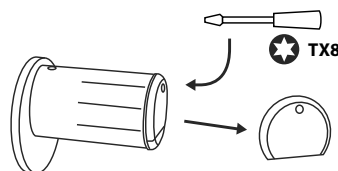

Fig. 2
- 1 Con il cacciavite TX8 in dotazione la vite sul lato interno della porta situata all'estremità anteriore della manopola e aprire la copertura. La vite può essere svitata solo fino all'apertura del coperchio e non può essere estratta. (Fig. 2).